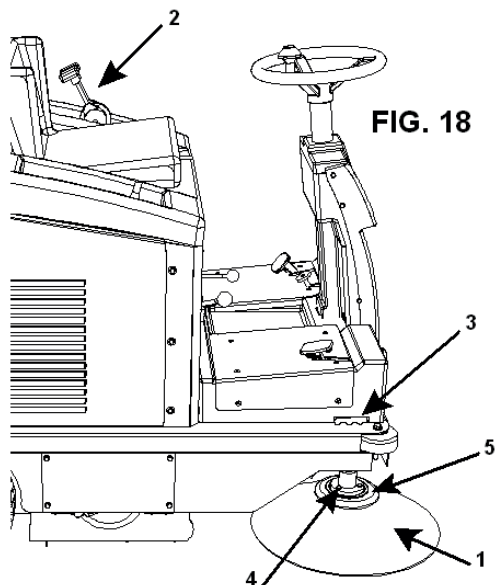

FIG. 18
Когда боковая щетка (**Деталь 1, Рис. 18**) более не в состоянии передавать пыль на центральную щетку, высоту боковой щетки следует отрегулировать следующим образом:
7. Отвинтите три болта (Деталь 4, Рис. 18), чтобы отделить боковую щетку (Деталь 1, Рис. 18) от пластикового фланца (Деталь 5, Рис. 18).
8. Замените изношенную щетку и привинтите болты (Деталь 4, Рис. 18) к фланцу (Деталь 5, Рис. 18).